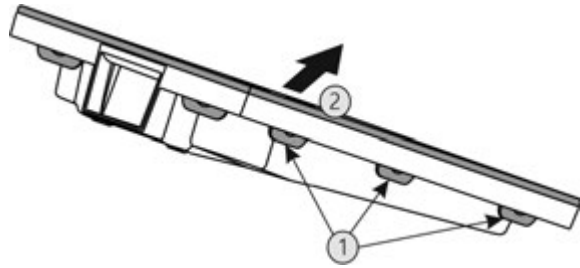

Fig. 82
- ▶ Всі накладки Fig. 82 (1) натиснути послідовно і вийняти кришку Fig. 82 (2).